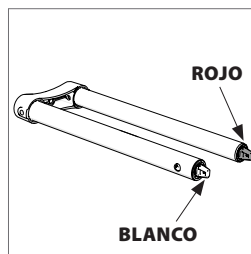

Fig. 1b
- Las guías de deslizamiento. **(Fig. 1b)**